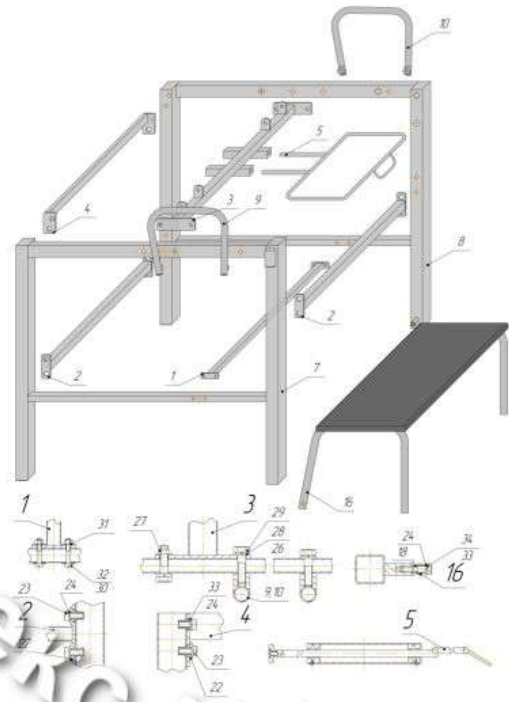

Рисунок 1
- 4.2. Собрать основания согласно рис. 1.